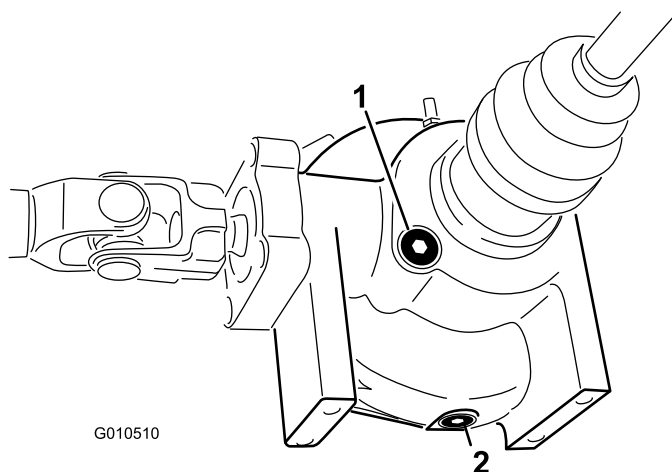

Figura 20
2. Limpie la zona alrededor del tapón de llenado/verificación en el lado del diferencial (Figura 20).